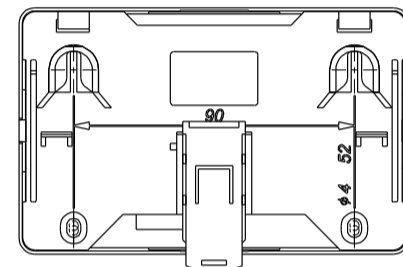

Рисунок 3
- смонтировать МС-КП на DIN-рейку или на стену, используя отверстия в основании (рисунок 3);